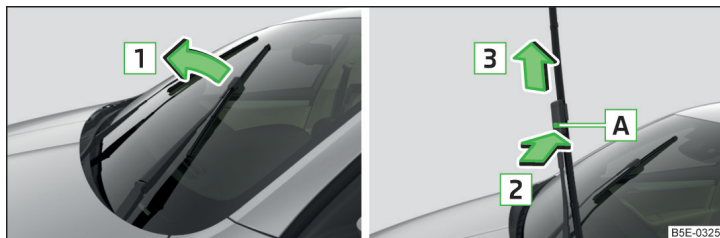

Fig. 349 Remplacer les balais d'essuie-glace du pare-brise avant
- Relever le bras d'essuie-glace du pare-brise dans le sens de la flèche **1** » fig. 349.